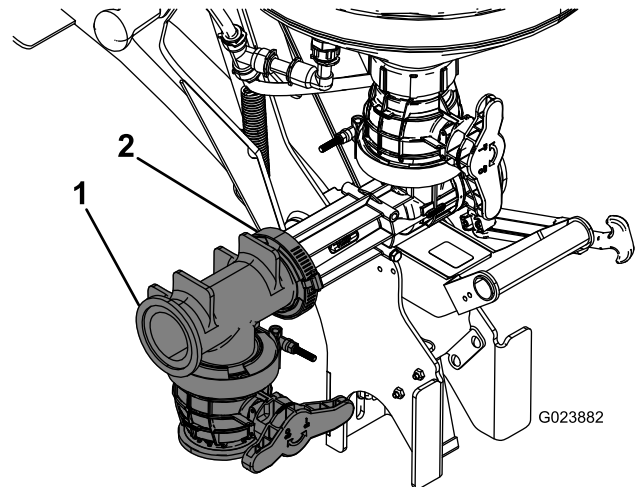

図 13
- エダクタ・アセンブリに T バルブを取り付ける；ガスケットとウォームねじクランプを使用する（図 13）。